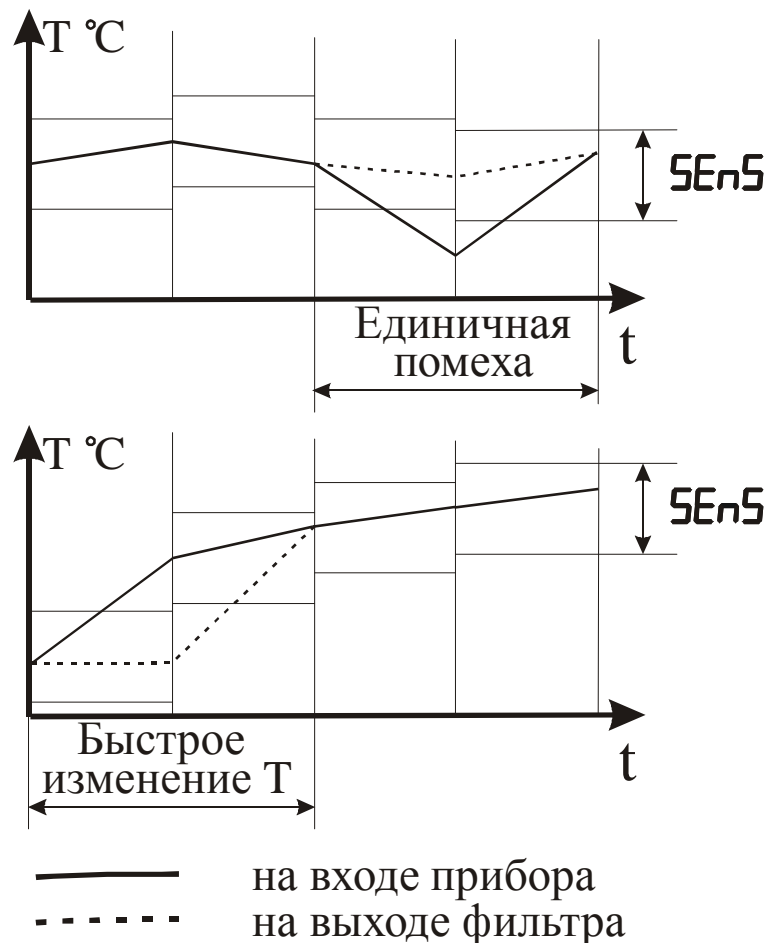

Рисунок 3.9 – Работа фильтра при воздействии случайной помехи и быстром изменении сигнала
3.3.3.7 С целью уменьшения влияния случайных импульсных помех на показания в прибор введена цифровая фильтрация. Работа фильтра описывается параметром “Полоса фильтра”. Если текущее значение температуры отличается от результатов предыдущего измерения на значение, которое превышает указанное в параметре “Полоса фильтра”, то проводится повторное измерение температуры, а на индикаторе остается старое значение (см. рисунок 3.9). О повторном измерении свидетельствует мигание светодиодного индикатора “К” зеленого свечения по соответствующему каналу.